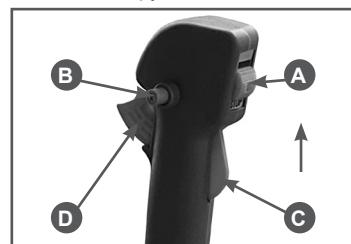

Рис. 9 Рукоятка управления
4. Установите выключатель зажигания A в верхнее положение (Рис. 9).
5. Нажмите одновременно на стопорный рычаг С и рычаг газа D. Зафиксируйте рычаг газа в нажатом состоянии кнопкой В (Рис. 9).
обходимо быстро нажать и отпустить рычаг газа D (кнопка блокировки В при этом освободится) (Рис. 9). Прогрейте двигатель в течение 30 секунд.
4. Переверните устройство свечным отверстием вниз и зафиксируя рычаг газа в нажатом состоянии кнопкой В (Рис. 9), несколько раз сильно и часто дерните за ручку стартера для удаления лишнего топлива из цилиндра.
2. Дайте двигателю поработать без нагрузки в течение 15-20 секунд, затем заглушите двигатель, установив выключатель зажигания А (Рис. 9) в положение «STOP» (ВЫКЛЮЧЕНО).